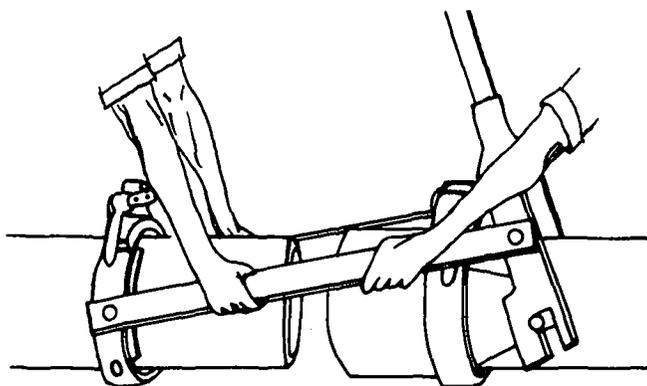

FIG. 2
6.º Passo – Regule a distância dos tubos pelos tirantes (fig. 2).
**Puxador de braçadeira** — É um dispositivo dotado de duas braçadeiras, sendo uma braçadeira para apoio do garfo e outra para fixação do tubo que se quer acoplar. Entre esta braçadeira e o garfo são colocados dois tirantes que transmitem o movimento do cabo para a braçadeira de fixação. Estes puxadores são dotados de dispositivos intercambiáveis que permitem o uso em tubos de até 3 diâmetros diferentes (fig. 2)